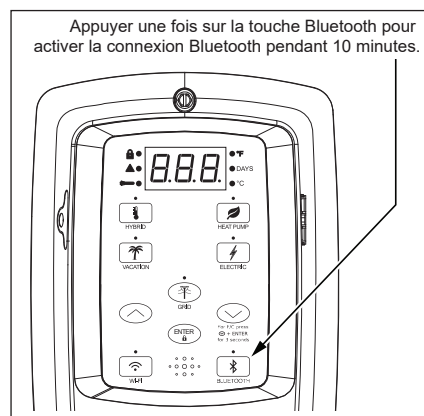

Figure 30 - Commande Bluetooth.
- 1 Pour activer la connexion Bluetooth, appuyer une fois sur la touche Bluetooth. La voyant clignote par intervalles d'une demi-seconde. Le mode de couplage Bluetooth est activé (Figure 30).